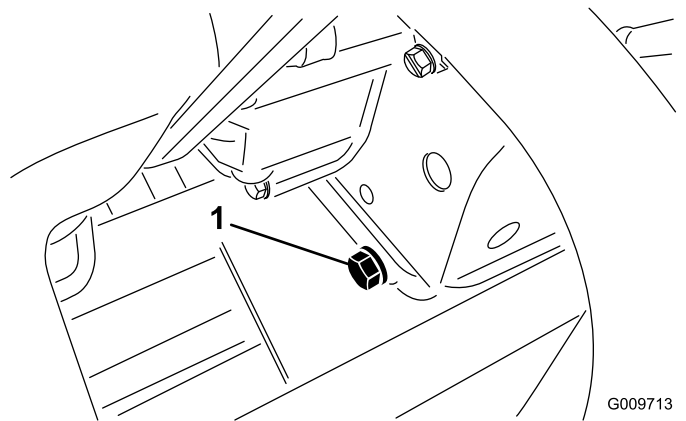

Figura 36
- Retire el tapón de vaciado trasero (Figura 36) y deje fluir el aceite a un recipiente apropiado. Cuando el aceite deje de fluir, coloque el tapón de vaciado.